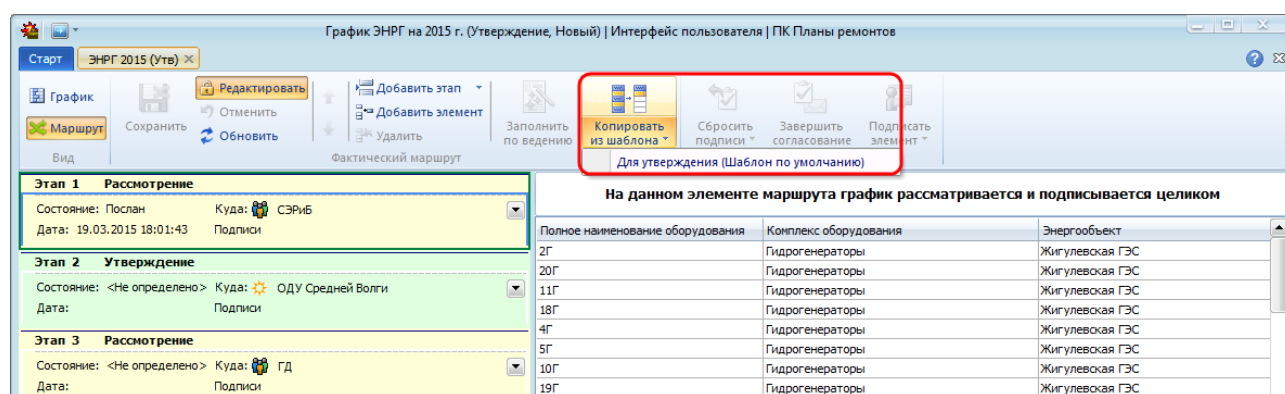

Рисунок 11.15 – Выбор предопределенного маршрута
- 2) из раскрывающегося списка по кнопке « Копировать из шаблона» выбрать предопределенный маршрут (Рисунок 11.15). Первым предлагается маршрут «по умолчанию». Также маршрут «по умолчанию» загружается по нажатию кнопки « Копировать из шаблона».